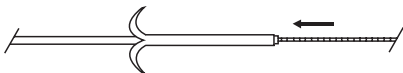

Fig. 2
- b) L'extrémité du cathéter étant droite, faire avancer le cathéter sur le guide. (Fig. 2)